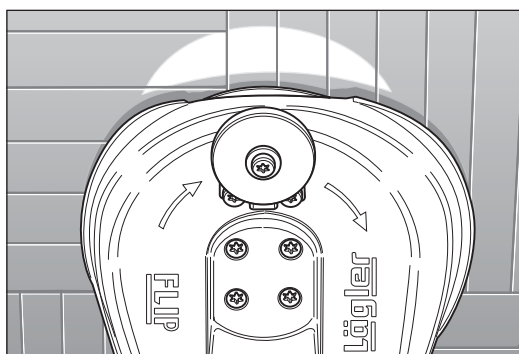

Abb. 54 Richtige Einstellung der Lenkrollen:
- 9 Wenn die Maschine mittig schleift (Abb. 54), sind die Lenkrollen richtig eingestellt.